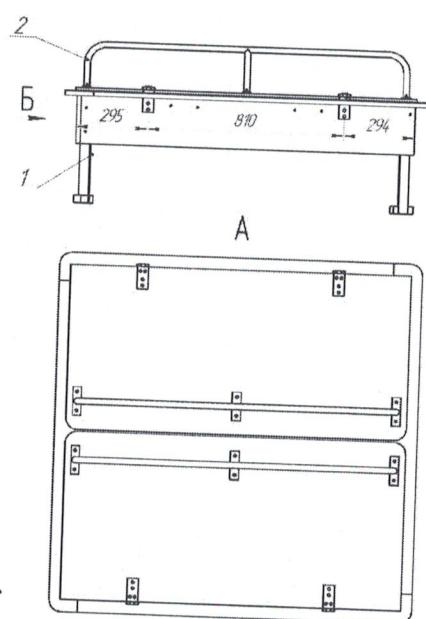

Рис. 3
- 14.5 Сборка песочницы проводится согласно схеме (рис.3)